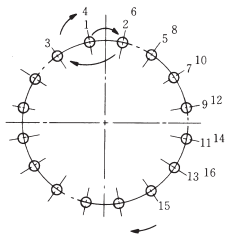

図8 追い締め付け
- (3) 図8に示す手順で根気よく5~6回にわたり徐々に締める。
- (5) 標準トルクでの締め付けを1周行った後、最初に締め付けたナット（図8の1のナット）が手で回る場合には、1のナットおよび2のナットのみ再度標準トルク締め付けで締め付ける。
- (6) 締め付け完了後、全周にわたってゴム輪の出入り状態をチェックする。特に管底部は確認しづらいが、異常が発生しやすい箇所であるため、必ず確認する。